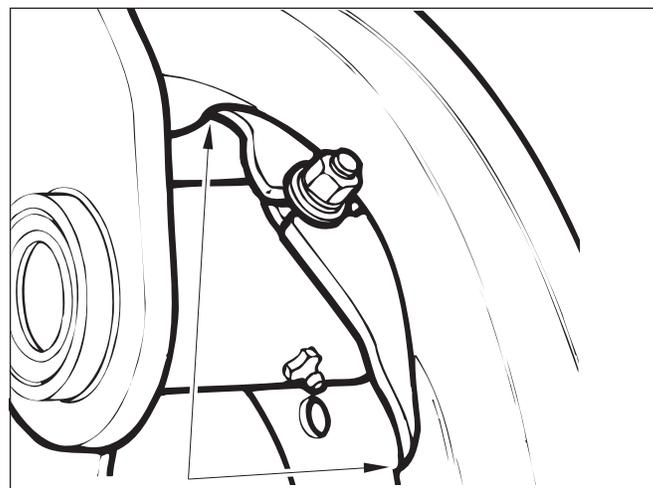

Figura 47 – Ajuste diseñado de interferencia
**NOTA ESPECIAL:** Para el freno ES-150-04L, un ajuste diseñado de interferencia en el guardapolvo superior al área del soporte de la cámara de aire puede hacer que sea necesario deformar un poco el guardapolvo superior con la mano para permitir que la mitad del guardapolvo superior se alinee correctamente con la mitad inferior. Consulte la figura 47.